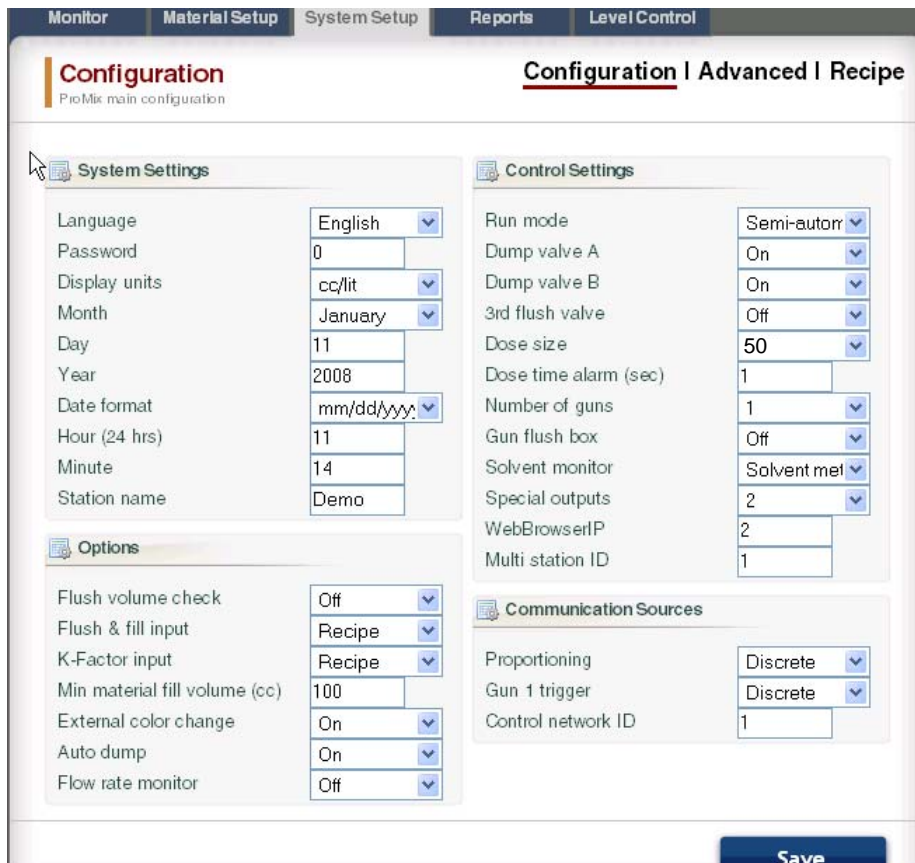

ABB. 56. Registerkarte „System-Setup“, Konfigurationsbildschirm
Jedes EasyKey muss über einen eindeutigen Namen und eine IP-Adresse verfügen. Zur Einrichtung des Stationsnamens (1-99) siehe den Konfigurationsbildschirm in ABB. 56.
- Der Bildschirm **Konfiguration** entspricht den Systemkonfigurationsbildschirmen des EasyKey. Siehe ABB. 56. Vollständige Informationen zu diesen Einstellungen und ihrer Wirkungsweise finden Sie im Abschnitt „Vorbereitung“ der Betriebsanleitung des Systems.